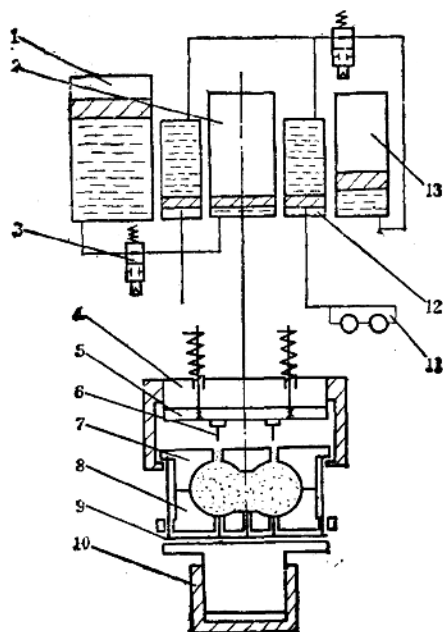
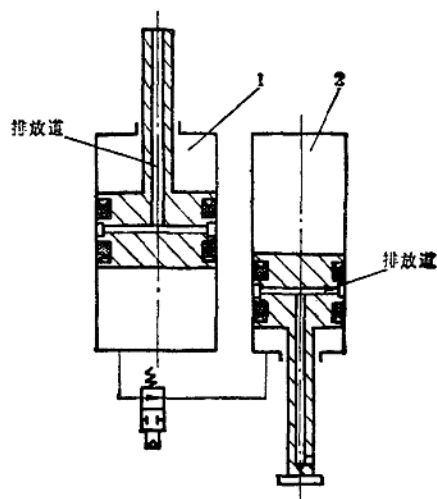

图3-1-5 起芯工位示意图
图3-1-9 有气液排放道升降装置示意图
单工位射芯机起芯机构和射砂机构在同一个工位, 机构简单, 故障少。而双工位射芯机有单独的起芯机构; 芯盒射完砂之后, 回到起芯工位固化和起芯。图3-1-5为40kg射芯机起芯工位示意图。
(2) 气压油机构串气串油 起芯机构的提升缸为了实现在行程中准确停止，采用了气压油机构。但该机构的最大问题是油气串通。当油里串入气体之后，缸在运动时会振动爬行，发出咯咯的响声。串气严重时，不能正常工作，必须停机放气。同样，油也会串到气体里，随着气体排出，污染环境，增加油耗。可采用以下措施解决。
① 增设串油气排放道。将图3-1-5中的提升缸储油罐增加一个活塞杆，并设泄漏油、气的排放道。同样，在提升缸的活塞及活塞杆上也加设泄漏油、气的排放道。图3-1-9为改进后的示意图。一旦气体透过密封，则通过排放道排入大气，防止了气体进入油中。当油透过密封后，也通过排放道而排放到设备外面，但必须在排放口处设置积油容器。防止串气串油较理想的办法是下面一种。
② 去掉浮动活塞，采用气液直接接触式气压